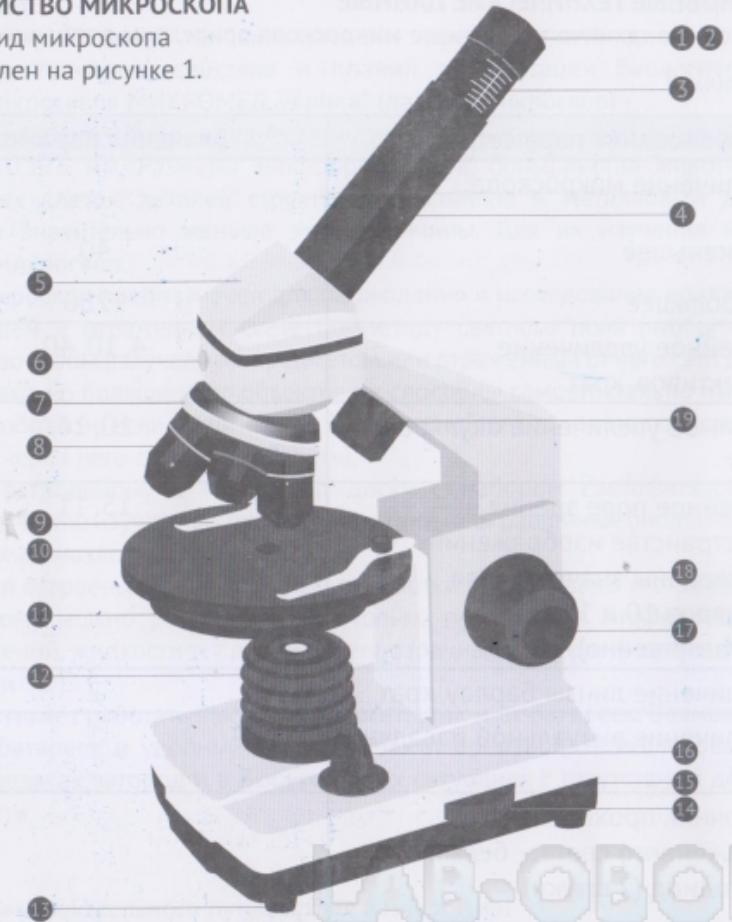
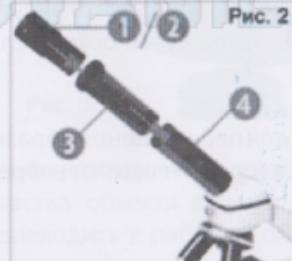

Рисунок 1 – биологический учебный микроскоп
Рис. 2
- Ослабьте винт крепления визуальной насадки 6 (рис. 1) и поверните визуальную насадку микроскопа, так чтобы окуляр был направлен в сторону предметного столика;
- Вставьте в окулярный тубус визуальной насадки 4 (рис. 1) линзу Барлоу 3 (рис 2) и окуляр 1 (рис. 2). Убедитесь, что линза Барлоу полностью расположена в тубусе, а не выдвинута;
- Опустите вращением рукоятки 18 (рис. 1) предметный столик. Столик необходимо опустить во избежание повреждения объективов и образца при его расположении на предметном столике;
- Объективы 8 (рис. 1) лучше всего установить в гнезда револьверного устройства 7 (рис. 1) в порядке возрастания;
- Вращением рукоятки 18 (рис. 1) фокусировки осторожно поднимите предметный столик почти до соприкосновения объекта с фронтальной линзой объектива;
- Наблюдая в окуляр, и медленно опуская предметный столик, сфокусируйте микроскоп на резкое изображение объекта с помощью рукоятки тонкой фокусировки 17 (рис. 1).
Светофильтры 11 (рис. 1) расположены под предметным столиком микроскопа 10 (рис. 1). Фильтры применяются при наблюдении очень светлых или прозрачных образцов. В диске размещены 6 светофильтров: 5 цветных и 1 бесцветный - прозрачный для наблюдения контрастных образцов.
Круглый предметный столик 10 (рис. 1) очень удобен для перемещения образца, нет дополнительных рукояток, столик поворачивается и перемещается вперед-назад вручную.
Рукоятка переключения освещения 16 (рис. 1) имеет три положения: I, II и III.
Примечание: Каждый раз при изменении увеличения (смена окуляра или объектива, изменение положения линзы Барлоу) необходимо производить подфокусировку с помощью рукоятки фокусировки 17 (рис. 1).